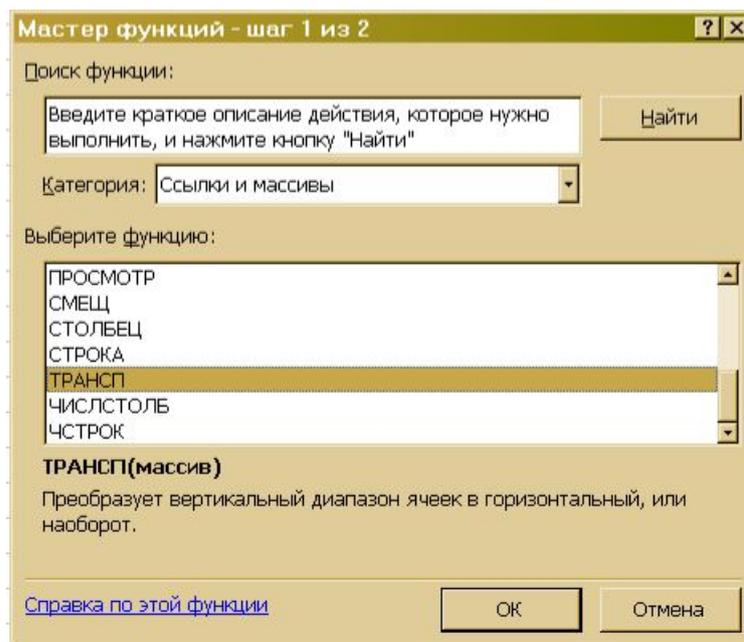

Рис. 3. Диалоговое окно транспонирования матрицы ТРАНСП
- нажать на панели инструментов кнопку Вставка, а затем кнопку Функция. В появившемся окне в поле Категория выберите Ссылки и массивы, а в поле Выберите функцию – имя функции ТРАНСП (рис. 3). Щелкните на кнопке ОК;